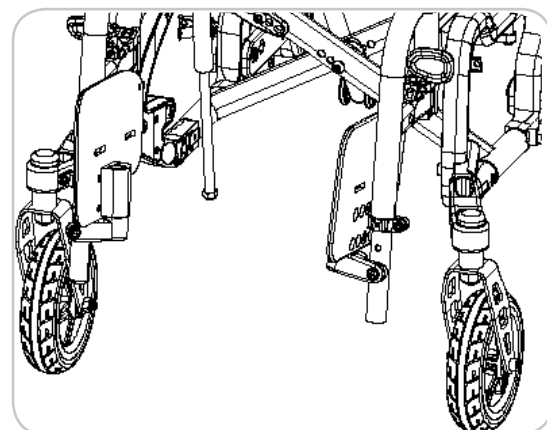

Figura 7
5. Alzare i poggipiedi. Cfr. Figura 7.